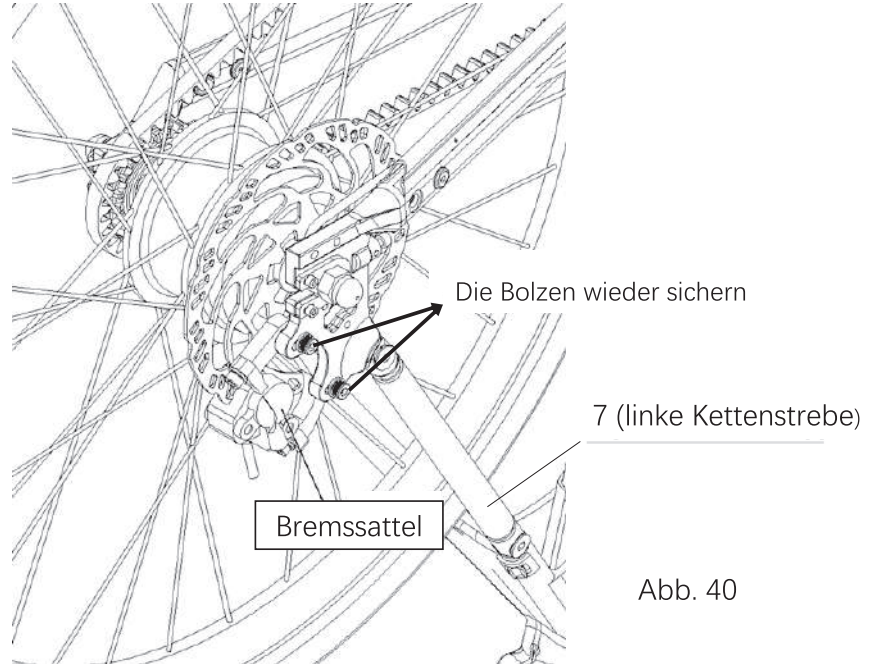

Abb. 40
d. Sichern Sie den Bremsattel an Teil 7 mit einem 5mm-Inbusschlüssel (oder T25-Schlüssel), wie in Abb. 40 gezeigt.